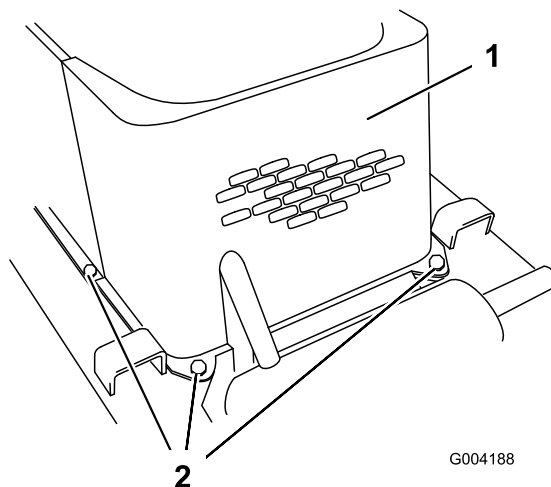

Figure 28
5. Enlevez les 4 boulons qui fixent le panneau avant au cadre (Figure 28).